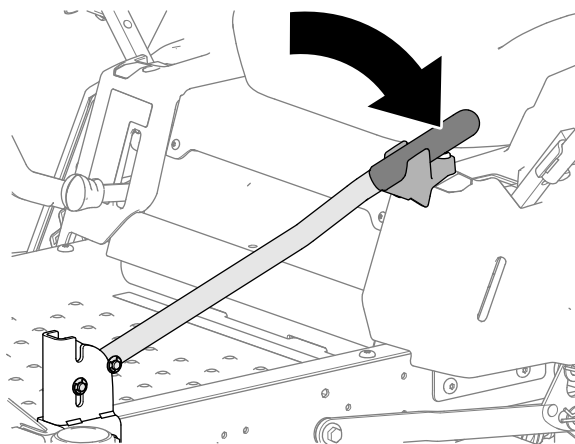

図 20
2. 図 20 のようにアシストハンドルを最後まで回転させる。